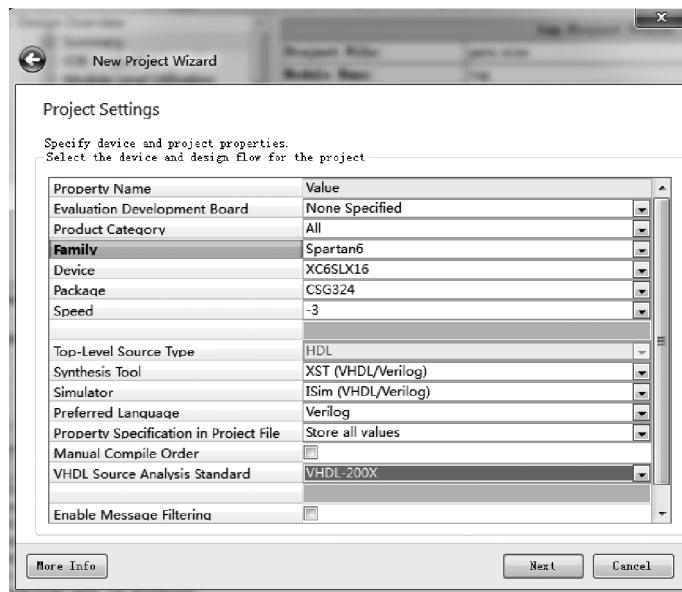

图 3.5 新建工程-设置器件参数和设计参数界面
(4) 如图3.5所示,出现New Project Wizard界面,该界面用于选择所使用的FPGA器件的具体型号和设置设计环境参数。按下面参数设置:①product Category(产品范围):All;②Family(芯片所属系列):Spartan6;③Device(具体的芯片型号):XC6SLX16;④Package(封装类型):CSG324;⑤Speed(速度信息):-3;⑥Synthesis Tool(综合工具):XST(VHDL/Verilog);⑦Simulator(仿真工具):ISim(VHDL/Verilog);⑧Preferred Language(设计语言):Verilog。对于VHDL设计者,选择VHDL。